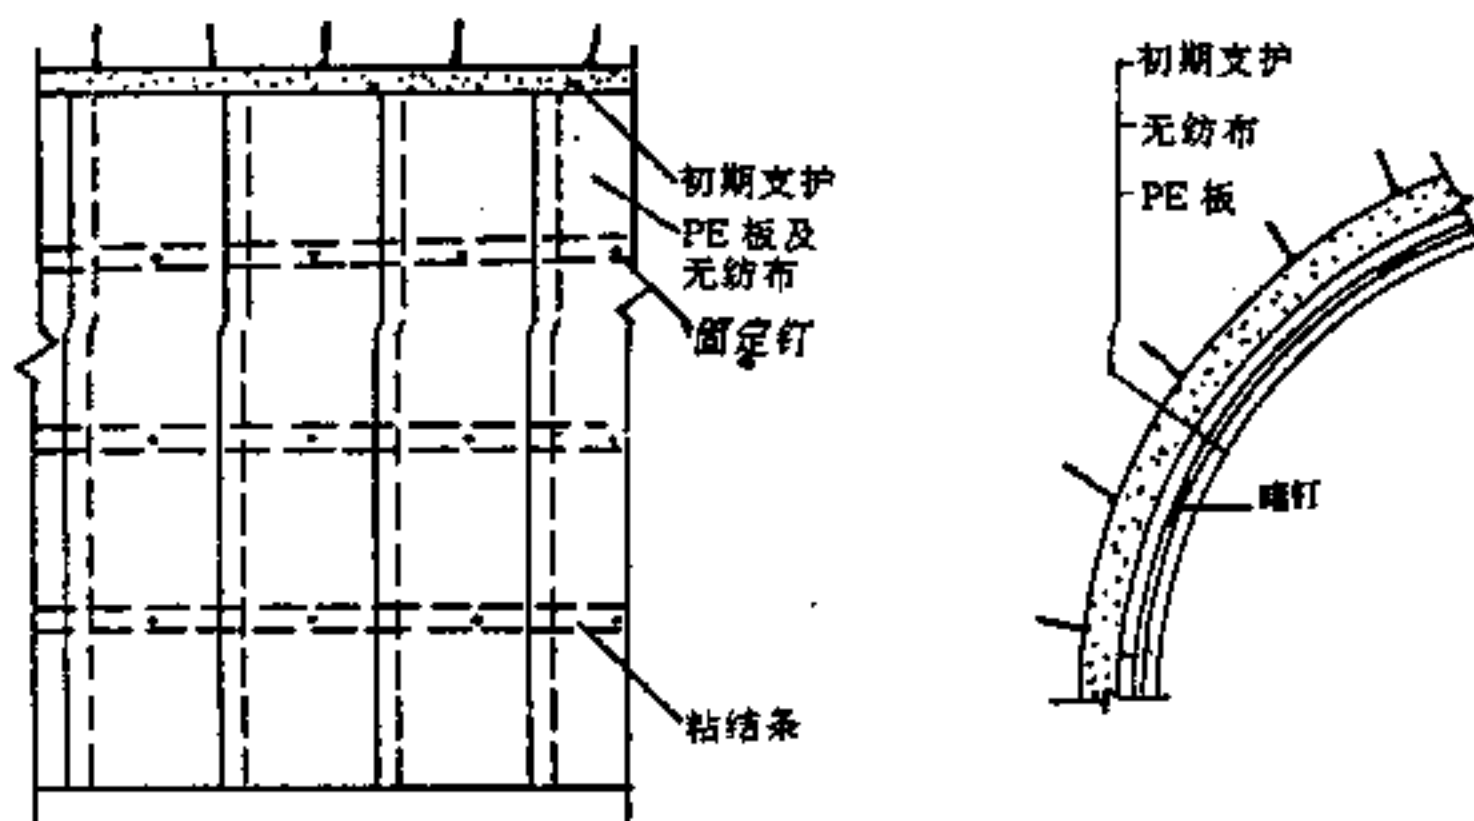

图5 铺设无纺布
(4)铺设无纺布。无纺布要环向铺设,用射钉枪将无纺布(加防水板暗钉粘结块)钉在初期支护混凝土表面。也可根据实际情况,将暗钉块改为暗钉条,即将防水板裁成宽5cm的条形,沿隧道纵向将无纺布钉牢(如图5),以此增加防水板铺设时粘结点,防止防水板塌落。防水板暗钉条环向间距:拱部0.5~0.7m,边墙1.0~1.2m,暗钉点间距30~50cm,在凸凹不平处应增加固定点。相邻两环之间搭接宽度不小于10cm,其接头不能在同一截面上。无纺布必须紧密钉牢在初期支护上,不得脱落、松动或留下空白。